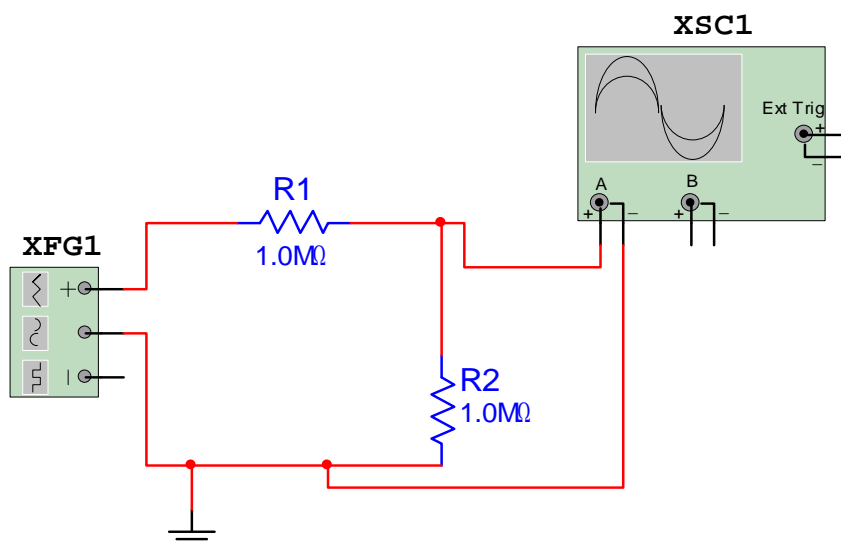

Fig. 2
3. Medir con el osciloscopio con la punta de prueba en X1, o con una micro prueba, en los puntos mostrados comparar los resultados con los calculados, Fig. 2
4. Medir de nueva cuenta pero la punta de prueba con X10, Fig. 2 comparar los resultados nuevamente y analizarlos, explicar el error por medio del lazo de tierra